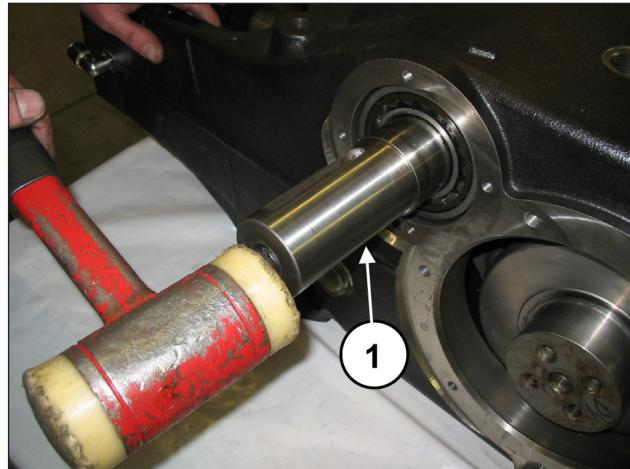
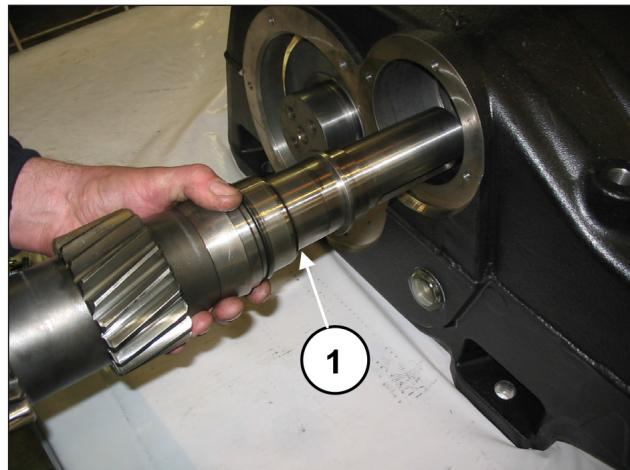

Fig. 31
Fig. 32
Grâce à l'utilisation d'une masse à inertie (rep. ①, Fig. 31) retirer l'arbre de la prise de force des deux côtés (rep. ①, Fig. 32).